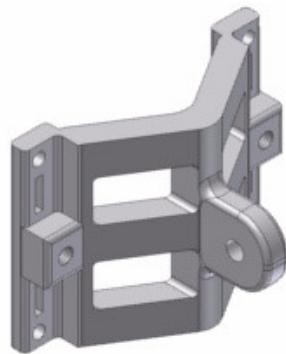

Figure I-1: grande clame
- une grande clame (voir figure I-1)